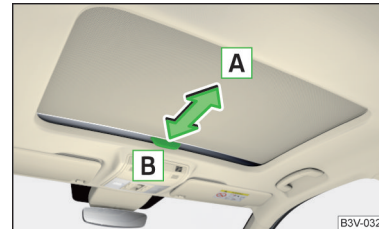

Abb. 46
- Zum Öffnen den Griff in Pfeilrichtung **A** ziehen » **Abb. 46**.